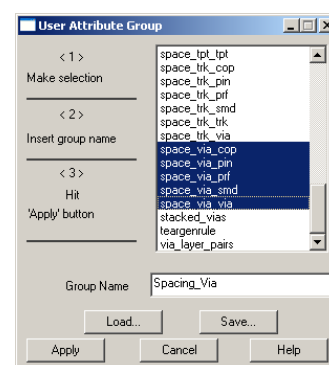

Рис. 4. Создание новой группы атрибутов.
5. В появившемся на экране диалоговом окне User Attribute Group (рис. 4) с помощью мыши при нажатой клавише CTRL в списке справа выберем пять параметров, относящихся к зазорам между переходными отверстиями и другими объектами.